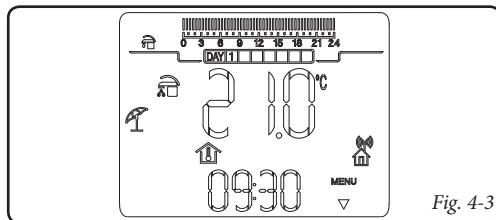

Fig. 4-3
- **Modalità estate (☀).** In questa modalità la caldaia è abilitata solo per la produzione di acqua calda sanitaria escludendo il riscaldamento ambienti. Sul display viene visualizzato il giorno e l'ora corrente, la temperatura ambiente e la barra oraria con la programmazione giornaliera del timer sanitario unitamente ai relativi simboli (fig.4-3).